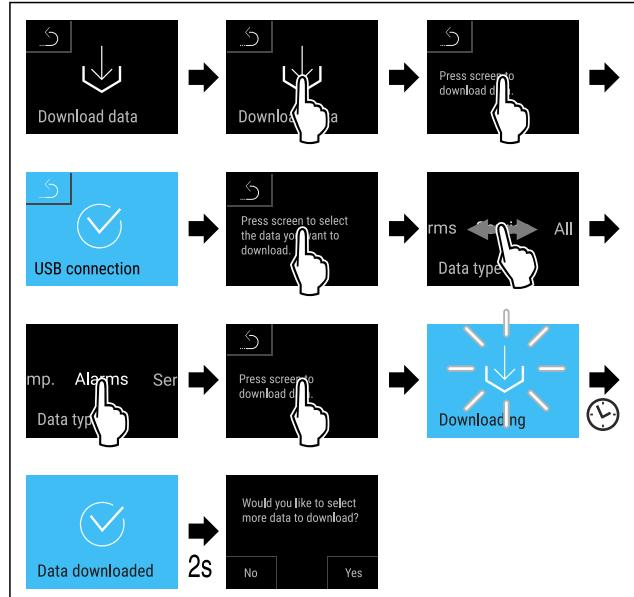

Fig. 136
- Seguir los pasos de procedimiento (consulte Fig. 136) .